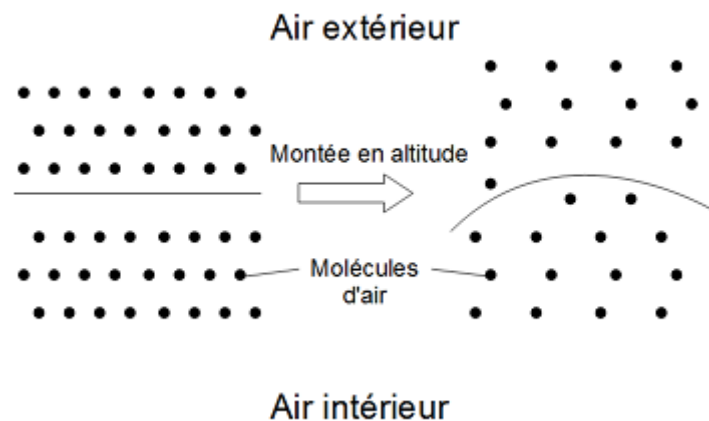

FIGURE 1.1 – Augmentation de l'altitude sur un paquet de chips
**Exemple 1** Un paquet de chips gonfle en altitude car les molécules du gaz intérieur du paquet prennent plus de place. En effet, il y a moins de pressions à l'extérieur du paquet car la pression  $P(z)$  diminue quand l'altitude  $z$  augmente. (Voir *Figure 1.1*).